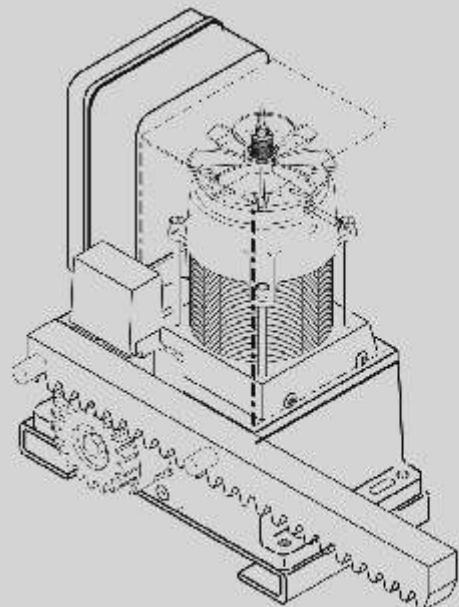

Fig. 4 / Abb. 4
- Das erste Zahnstangenelement in Übereinstimmung mit dem Abstandhalter auf den Ritzel aufsetzen und die Position anzeichnen (Abb. 4).
- Zet een element van de tandheugel op het tandwielen ter hoogte van het eerste afstandsstuk en teken de positie af (fig. 4).